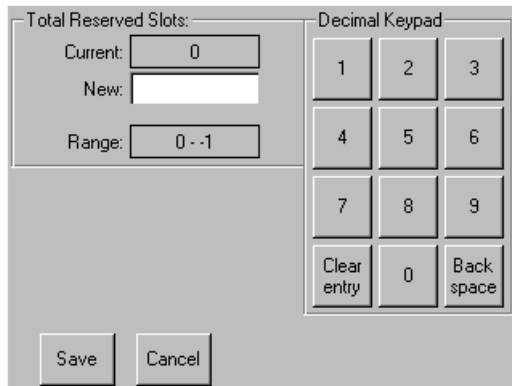

図3-8: 予約済みスロットを指定するための数値キーパッド
3. [Total Reserved Slots]の隣にあるボックスを押します。数値キーパッドが表示されます(図3-8を参照)。